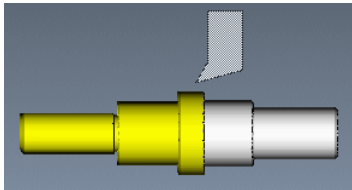

图 10.3.46 NC 检测结果
Step1. 在“轮廓车削”操控板中, 单击 **VERICUT** 按钮, 系统弹出“VERICUT 7.1.5 by CGTech”窗口, 单击 **▶** 按钮, 运行结果如图 10.3.46 所示。